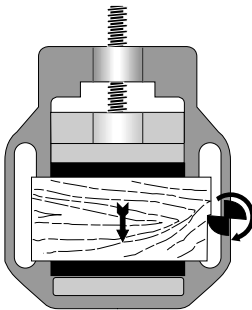

Fig. 5
7. Vorschub beim Abfräsen von Kanten (Fig. 5)